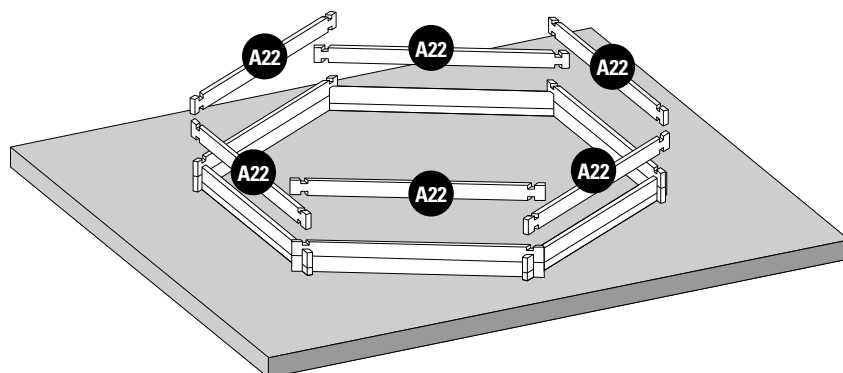

Fig. 3 / Abb. 3 / Afb. 3
**3rd LAYER OF BOARDS:** Install the third layer of boards as shown in figure 3. The position of the refilling fitting with the key and the skimmer should be defined at the start of the assembly (read the specific paragraphs).
**3ÈME RANGÉE MADRIERS :** Positionnez les madriers de la 3ème rangée conformément à la figure 3. Vous devez avoir déterminé l'emplacement de la buse de refoulement et du skimmer dès le début du montage (voir paragraphes spécifiques).
**3. BRETTERREIHE:** Platzieren Sie die Bretter der dritten Reihe laut Abb. 3. Zu Beginn der Montage müssen Sie die Lage des Druckventils und des Skimmers festlegen (lesen Sie hierzu die entsprechenden Abschnitte).
**3ª RIJ PLANKEN:** Plaats de planken van de derde rij zoals te zien is op afbeelding 3. U moet al bij aanvang van de montage bepalen op welke plaats het uitstroombondstuk en de skimmer moet komen (less de betreffende paragrafen).